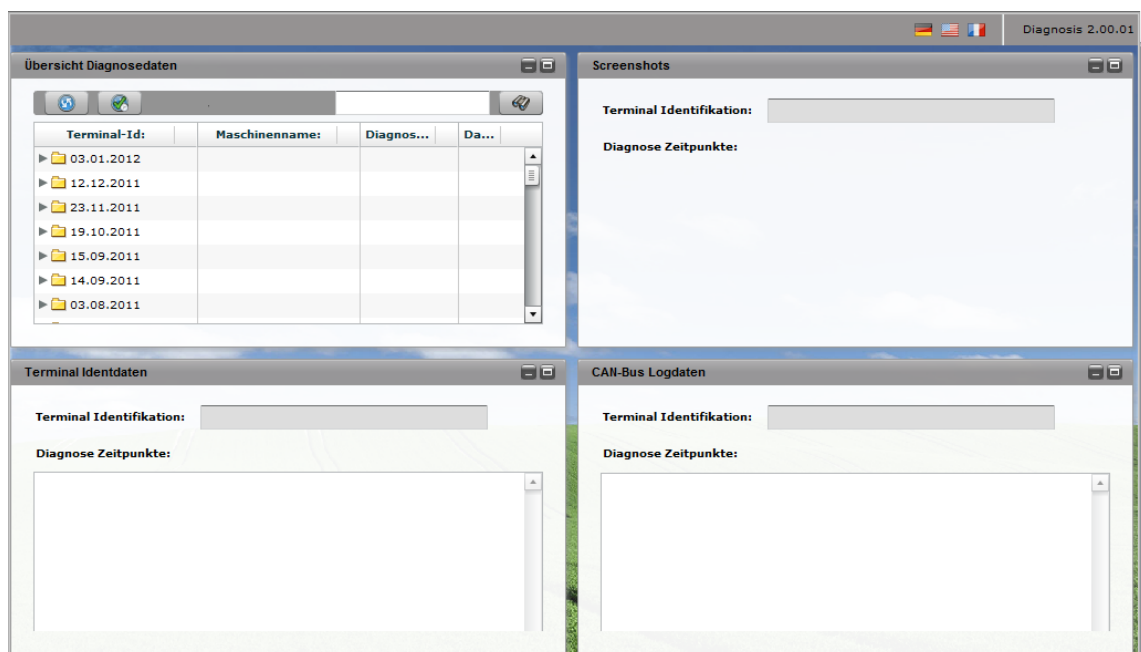

Abbildung 4: Startseite des Diagnosemoduls
- > Das *Diagnosemodul* (siehe Abbildung 4) gliedert sich in die *Übersicht Diagnosedaten*, die *Screenshots*, die *Terminal Identdaten* und die *CAN-Bus Logdaten*.